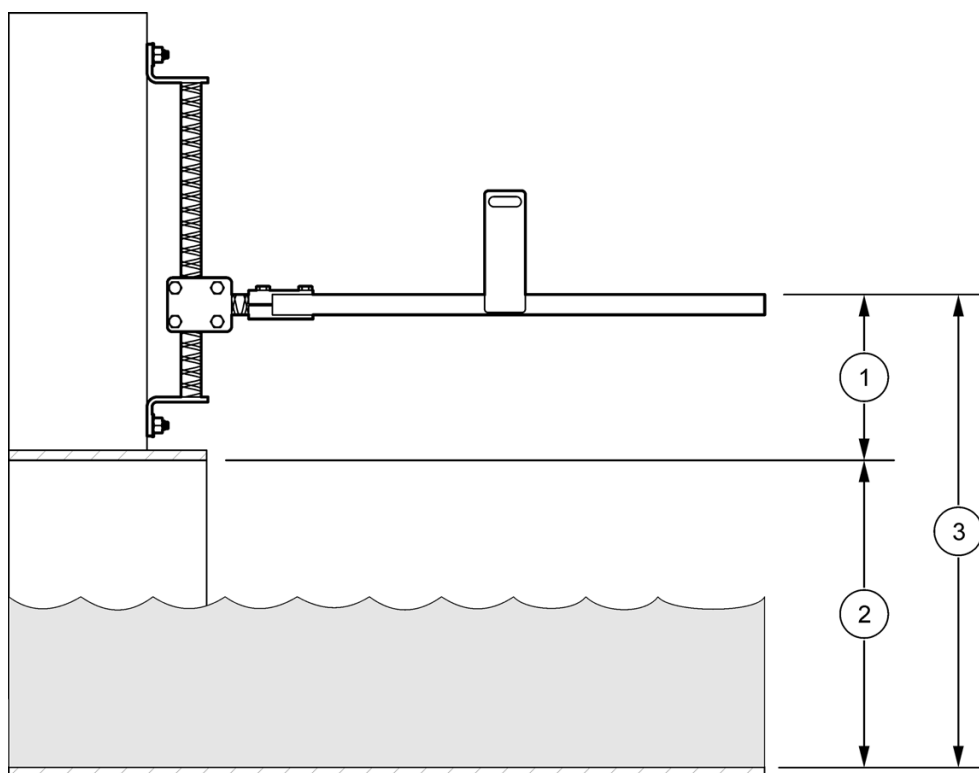

Abbildung 16 Sensorabstand
- 1.3 Stellen Sie den Stab auf den Boden des Rohrs bzw. Kanals, und richten Sie ihn senkrecht am Rahmen aus (Abbildung 16).
Hinweis: Wenn das Messen vom Boden des Rohrs unpraktisch ist, messen Sie den Abstand vom Rohrscheitel zur Oberkante des Rahmens (Abbildung 16). Addieren Sie diesen Abstand zum Rohrdurchmesser, um den Sensorabstand zu erhalten (Sensorabstand = Rohrdurchmesser + Abstand vom Rohrscheitel zur Oberkante des Rahmens).